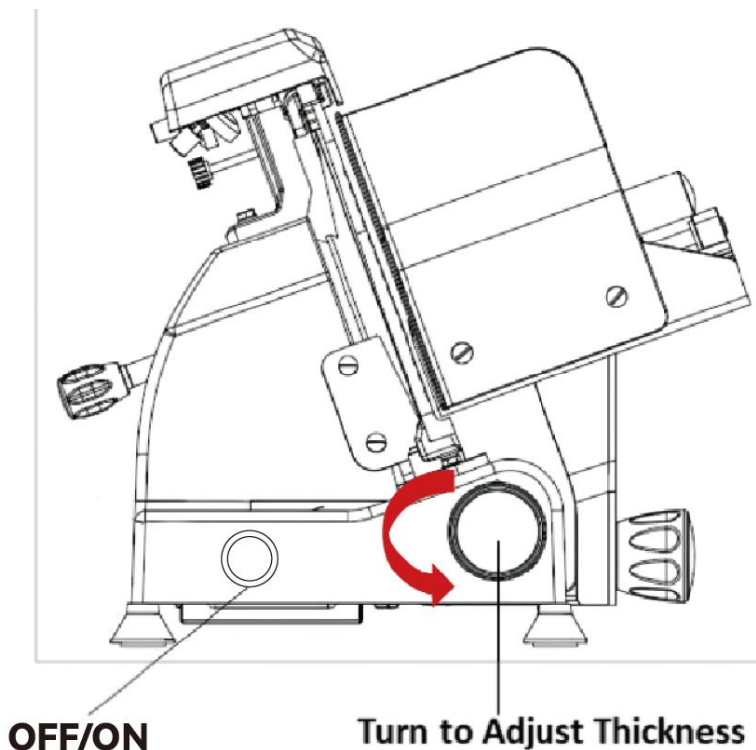

Fig. 2
(Voir fig. 2)
« O ». (Voir fig. 2)
12. Une fois terminé, éteignez la trancheuse à viande (0) en appuyant sur le bouton rouge. (Voir fig. 2)
14. Pour des raisons de sécurité, tournez toujours le bouton de réglage de l'épaisseur (pièce ②) sur la position « O » après utilisation pour protéger correctement le bord tranchant de la lame (⑧).